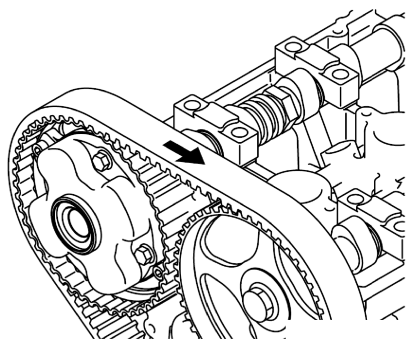

图 4-88 拆卸正时带
(2) 正时带的拆卸 如果要重复使用正时带, 则在正时带的背面用粉笔之类的东西作一个指示转动方向的标记, 以便按相同的方向重新安装, 如图 4-88 所示。